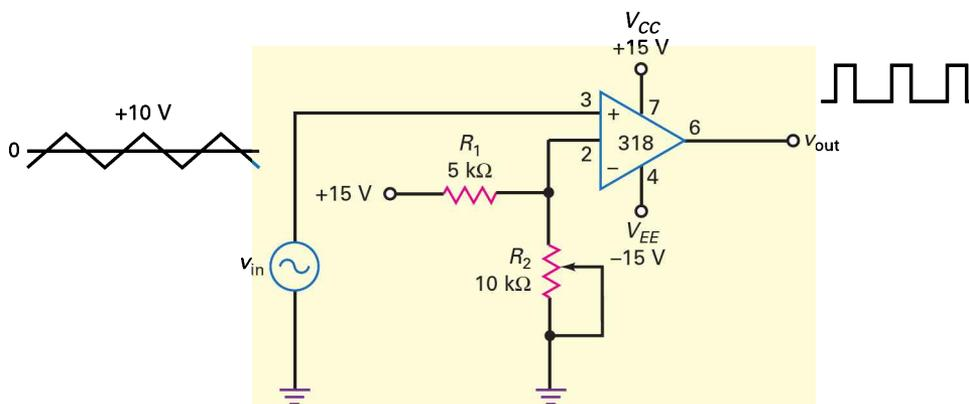

Figure 20.53
- 20.23 **III Multisim** Que vaut le coefficient de remplissage dans la figure 20.53 quand le curseur est au sommet ? quand le curseur est en bas ?
- 20.24 **III Multisim** Que vaut le coefficient de remplissage dans la figure 20.53 quand le curseur est au quart de sa course à partir du sommet ?